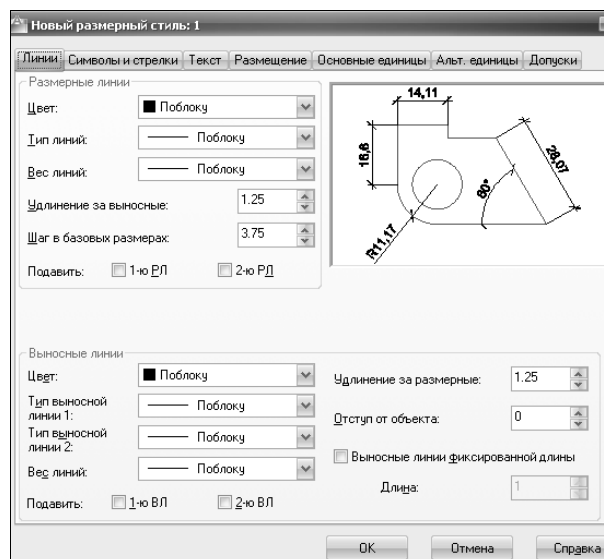

Рисунок 26 – Диалоговое окно «Новый размерный стиль», вкладка «Линии»
– Вкладка «Линии» в поле «Размерные линии», установить «Удлинение за выносные» – **1.25**. В поле «Выносные линии» установить «Отступ от объекта» – **0** (рис. 26).